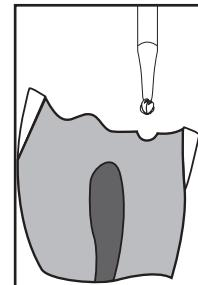

Figure 1
- Lag en fordypning ved kanalpunktet med et 1/4 rundt borr i et high speed vinkelstykke (Fig. 1).
- Crie uma depressão ligeira nos locais do canal com uma broca de 1/4 de polegada num contra-ângulo de alta velocidade (Fig. 1).